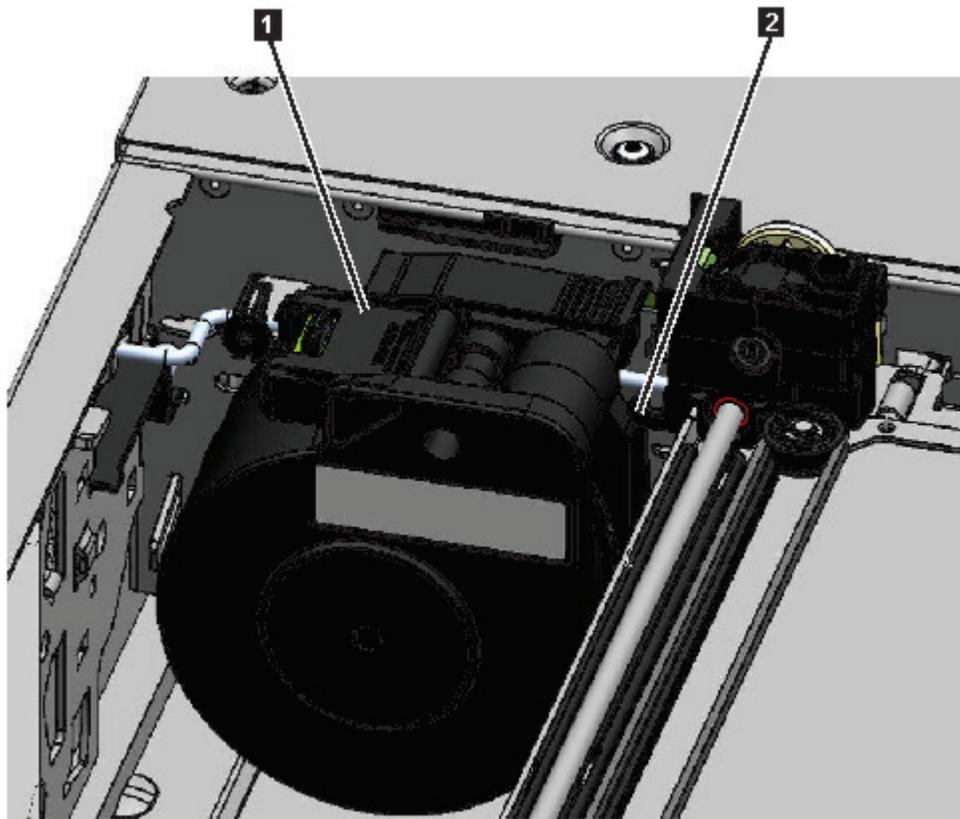

Abbildung 74. Spooling-Kabel in Parkposition
Anmerkung: Schreiben Sie auf, wo sich das Ende des Spooling-Kabels in den Zugriffsmechanismus dreht. Sie müssen dies wissen, wenn das neue Spooling-Kabel an den Zugriffsmechanismus angeschlossen wird. Siehe **2** in Abbildung 74 auf Seite 165.
9. Bringen Sie den Spooling-Anschluss (**1** in Abbildung 74 auf Seite 165) in die Parkposition.